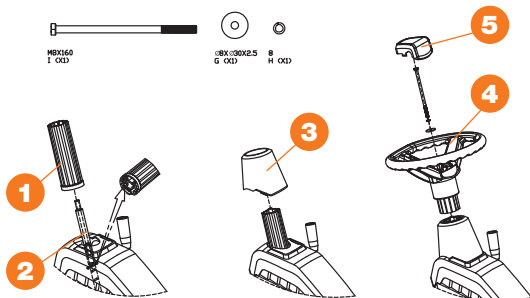

Рис. 4
Сначала вставьте втулку ① в вал рулевого колеса ②, затем вставьте декоративную крышку ③. Вставьте рулевое колесо ④ и декоративную крышку ⑤ (Рис. 4).